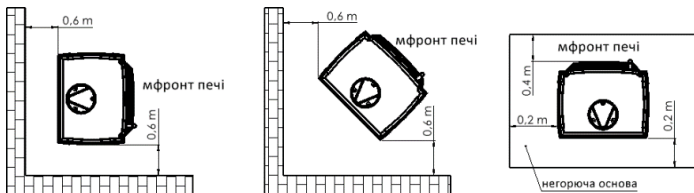

Рис. 3. Безпечні відстані від печі
- встановити її на негорючій основі, яка розмірами більша за піч мін. на 0,4 м від передньої частини печі і мін. 0,2 м, від бокових частин і ззаду печі (див. рис. 3),